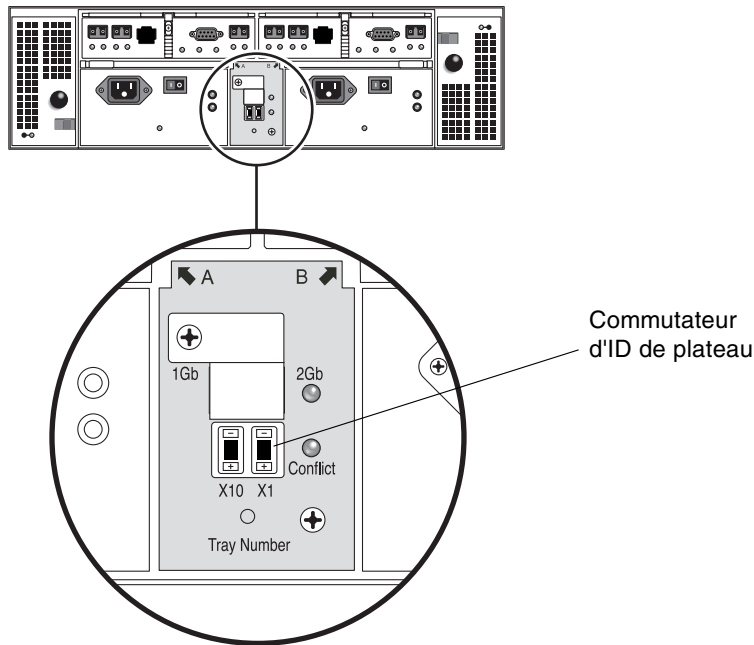

FIGURE 2-28 Commutateur d'ID de plateau
1. Repérez le commutateur d'ID de plateau à l'arrière du boîtier contrôleur, entre les deux alimentations (FIGURE 2-28).